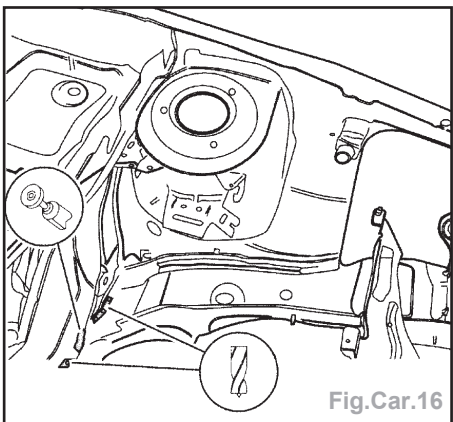

Fig.Car.16
- Éliminer les points de soudure, en utilisant le mandrin à fraise pour les points de soudure et une perceuse (Fig.Car.16 et 17).